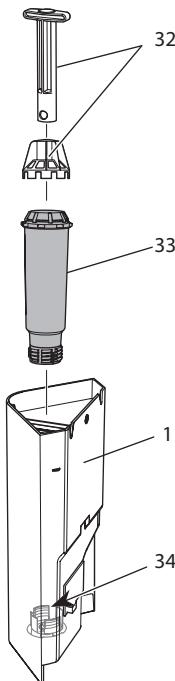

Fig. 18: Montaggio e smontaggio del filtro dell'acqua
7. Installare un filtro nuovo nel serbatoio dell'acqua (vedere *Fig. 18*).
2. Rimuovere il filtro dell'acqua (vedere Fig. 18).